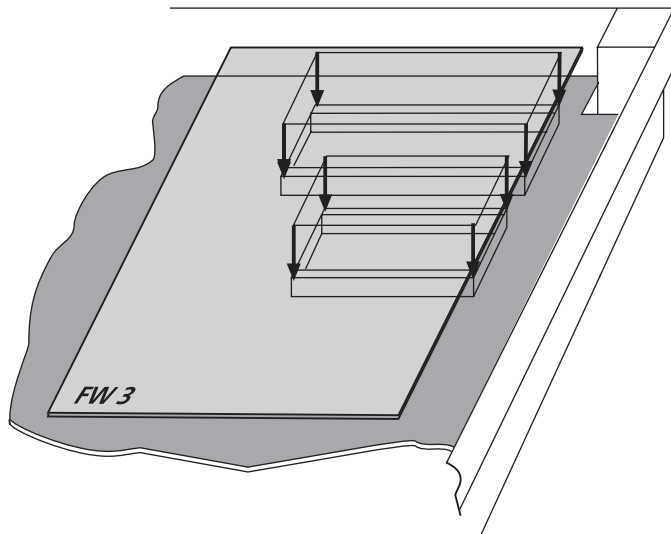

Abb. 2 Fernwartungsmodul FW 3 einsetzen
- Setzen Sie das Fernwartungsmodul FW 3 in die zwei frei gewordenen Fassungen (Abb. 2). Achten Sie darauf, daß alle Beine des Fernwartungsmoduls FW 3 in den Fassungen stecken und kein Bein verbogen ist.